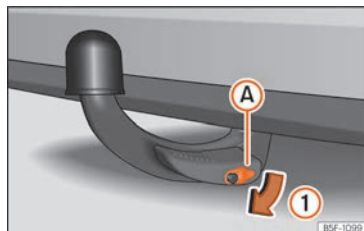

Fig. 271 Ritirare il coperchio della serratura.
- Estrarre il coperchio **A** della serratura nel senso della freccia **1** » fig. 271.